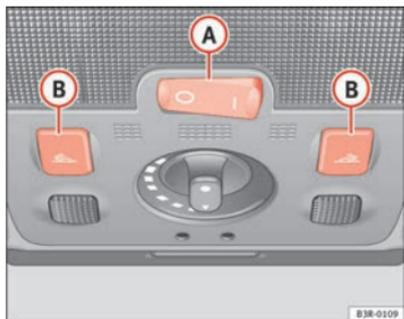

Fig. 93 Dettaglio del rivestimento del tetto: illuminazione anteriore dell'abitacolo
L'interruttore (A) ⇒ fig. 93 nella plafoniera anteriore ha le seguenti funzioni.